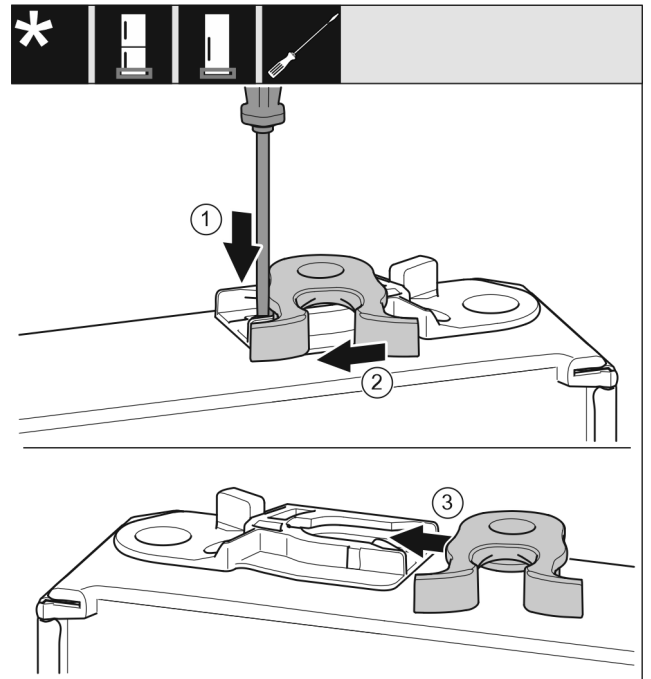

Fig. 18
- ▶ Spiediet ar skrūvgriezi mēlīti uz leju. Fig. 18 (1)
- ▶ Izvelciet aizvēršanas āķi no vadotnes. Fig. 18 (2)
- ▶ Iebīdīiet aizvēršanas āķi vadotnē otrajā pusē. Fig. 18 (3)